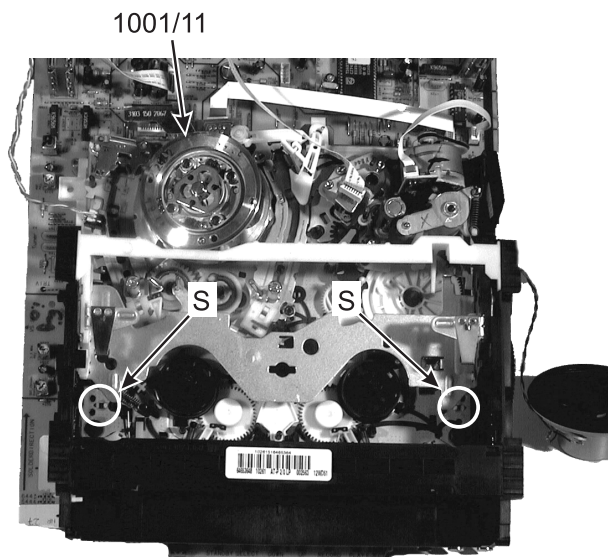

Figura 4-9
1. Quitar el tornillo de puesta a tierra 1001/11 (ver figura 4-9).
3. Levantar el mecanismo de arrastre ligeramente en su lado posterior para separar la unión de enchufe con el motor del Capstan. Con tenazas de puntas, comprimir los 2 ganchos elásticos (S) y levantar el mecanismo de arrastre (ver figura 4-9). Entonces, el mecanismo de arrastre se puede separar del Motherboard.